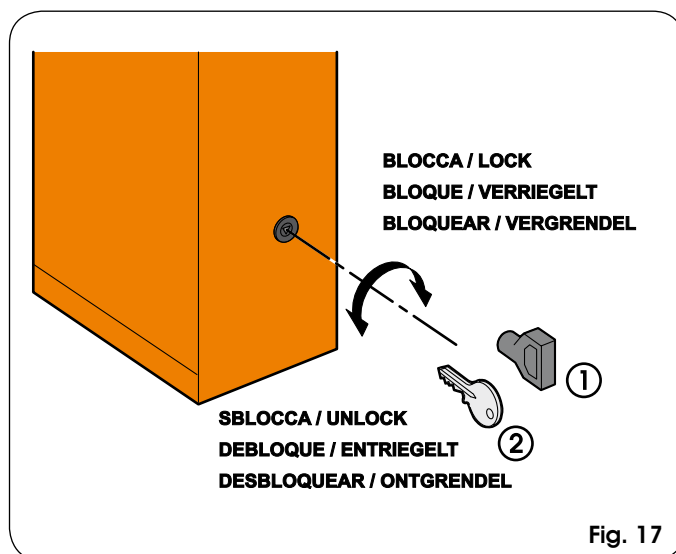

Fig. 17
De bijgeleverde ontgrendelingsleutel kan driehoekig (Fig.17 ref. ①) of gepersonaliseerd zijn (Fig.17 ref. ② optioneel).
- draai de sleutel met de wijzers van de klok mee tot hij niet verder kan, en trek hem eruit (fig. 17 ref. ①).
- draai de sleutel met de wijzers van de klok mee tot hij eruit kan worden getrokken. (fig. 17 ref. ②).